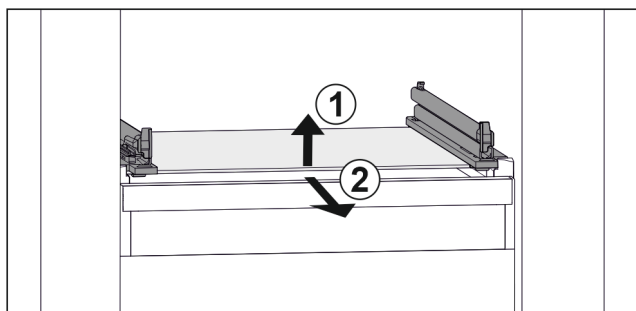

Fig. 44 Příklad znázornění skleněné desky
- Nadzvedněte skleněnou desku vpředu. Fig. 44 (1)
- Vyjměte skleněnou desku dopředu. Fig. 44 (2)